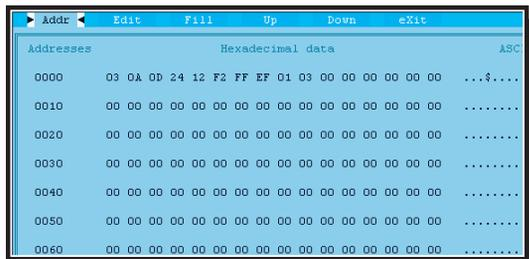

Fig.16 Andate sulla scritta **rAm** poi pigiate Enter e sullo schermo apparirà il contenuto della EEPROM. Notate nella prima riga i dati memorizzati nella EEPROM.
– Andate sulla scritta **rAm** poi pigiate Enter. Vedrete così sullo schermo il contenuto della **EEPROM** (vedi fig.16).